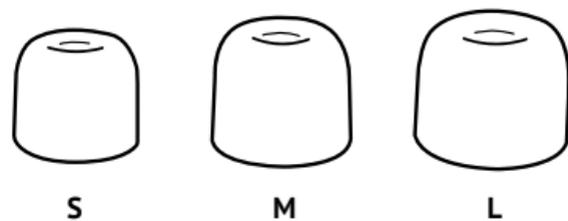

Рис. 1.4
2. Наденьте на звуковод беруши ушную вставку (рис. 1.4) подходящего вам размера (S, M или L – маленькие, средние и большие соответственно) вкручивающими движениями, сжав ушную вставку.